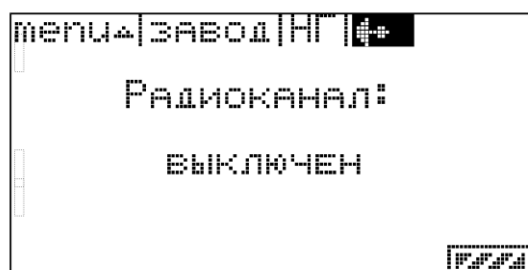

Рисунок 7
- а) нажать на кнопку «меню» (8), на индикаторе отобразится меню «Набор частот».
- б) Дважды нажать на кнопку энкодера (10), на индикаторе отобразится меню «Радиоканал» (Рисунок 7).
- в) С помощью ручки энкодера (10) в режиме включения радиоканала выбрать необходимый пункт.
- г) Для подтверждения выбора и выхода из режима нажать кнопку «меню» (8).